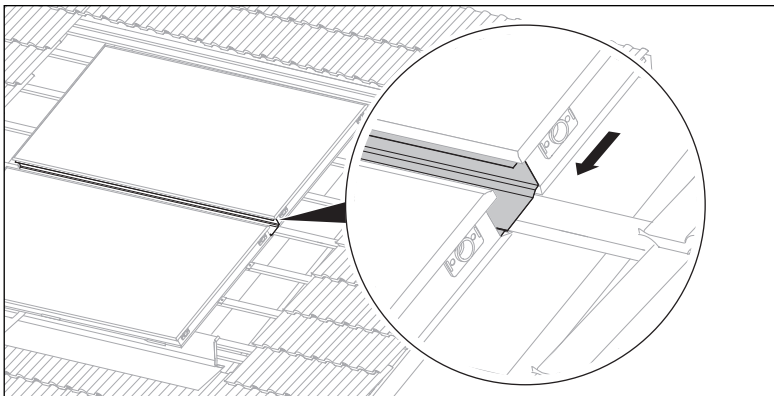

**Abb. 5.17 Nächsten Kollektor montieren**
- Ordnen Sie den nächsten Kollektor an (→Abb. 5.17)